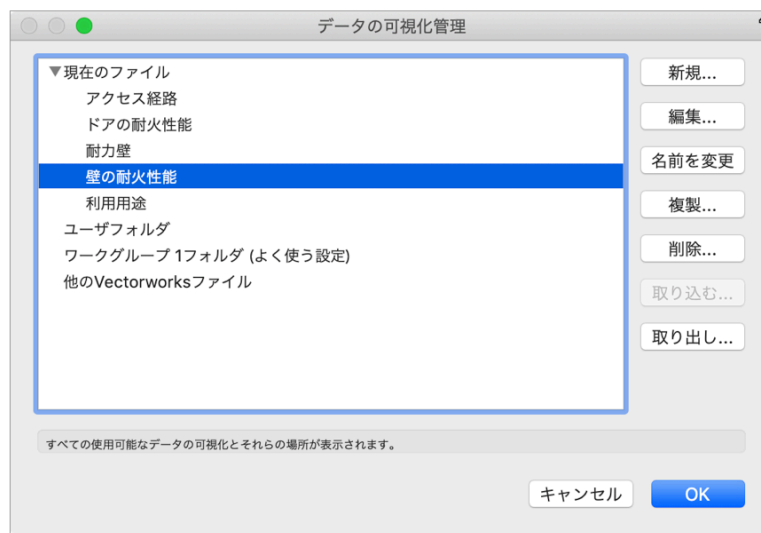

図6：データの可視化管理
**データの可視化** > **データの可視化管理** から、選択できます。（図6）